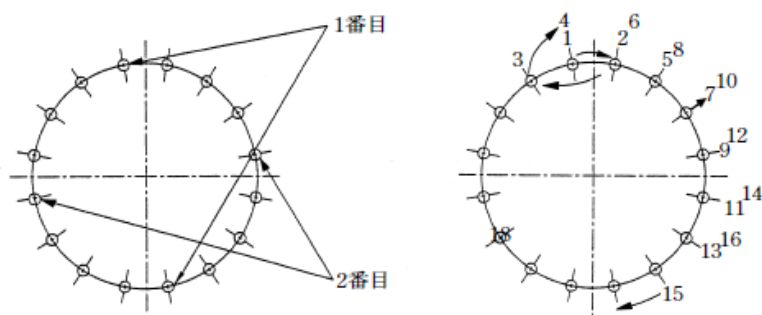

図 4－18 仮締め（左図）及び追い締め付け（右図）
- (1) フランジ面、ガスケット溝、ボルト・ナット及びガスケットをきれいに清掃し、異物や塗料の塗りだまりを除去すること。
- (2) ガスケット溝に GF 形ガスケット 1 号を装着し、外れやすい場合はシアノアクリレート系接着剤等を用いて 4 から 6 等分点に点付けし仮止めすること。なお、使用する接着剤の種類については、十分留意すること。
- (3) 全周均等にボルトを取り付け、GF 形フランジと RF 形フランジを合わせること。この時、ガスケットがよじれないようにまっすぐに合わせること。
- (4) ガスケットの位置、ボルト穴に留意しながら図 4－18 のように仮締めし、1 本おきに往復しながら順次全周を数回にわたり両方のフランジ面が全周にわたり確実に接触するまで締め付けること。
- (5) 継手外側から円周 4 箇所、等間隔の位置に隙間ゲージを差し込んでフランジ面間の隙間を確認すること。この場合、フランジ面間には 1 mm 厚の隙間ゲージが入ってはならない。またガスケットがフランジ面間にかみ込んでいる場合は、継手を解体し、ガスケットを新品に交換して再度接合すること。さらにすべてのボルトが 60 N・m 以上のトルクがあることを確認すること。